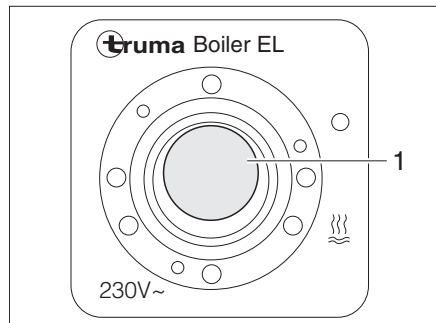

Bild 125 Vippknapp för Truma varmvattenberedare (230 V-eldrift)
- Slå på vippknappen (Bild 125,1). Kontrollampan på brytaren lyser. Vattnet i varmvattenberedaren värms upp till 65 °C.
- Ställ vippknappen (Bild 125,1) i läge "O". Kontrollampan på brytaren slocknar.
- Ställ, på kontrollenheten (Bild 124), vridströmställaren (Bild 124,3) på "○" (Bild 124,4) eller ställ vippknappen (Bild 125,1) på "○".